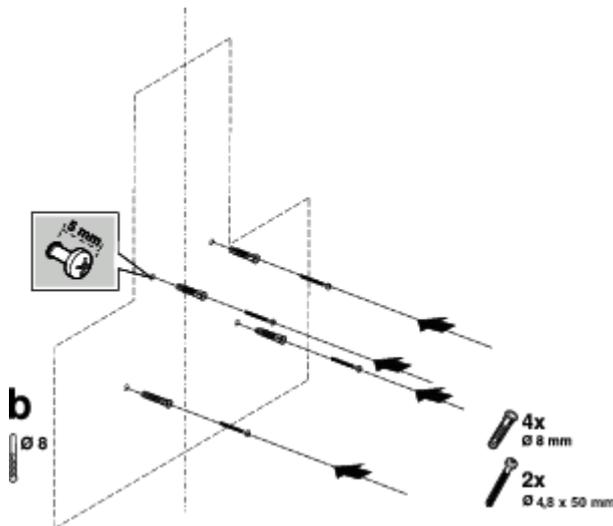

Fig. 12:
1. Dibuje una línea perpendicular desde techo hasta al borde inferior de la campana de cocina ( Fig. 12).
2. A fin de perforar los orificios de suspensión de la chimenea, la placa de montaje se coloca en la superficie donde se instalará el aparato y los orificios de montaje se marcan ( Fig. 12/b).
3. Los orificios de suspensión se taladran con un taladro de Ø8 mm y las clavijas se colocan ( Fig. 12/b).
Los 2 tornillos de suspensión de 4,9x50 se colocan con una separación de 5 mm entre la cabeza del tornillo y la pared ( Fig. 12/b).